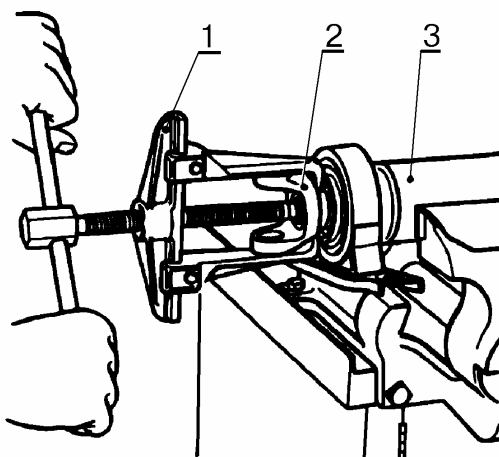

Рис.13. Снятие вилки карданного вала:
- спрессовать съемником 1, рис.13, вилку 2 карданного вала (съемник А.40005/1/5).